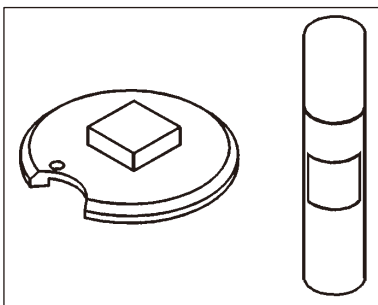

图 19
- 用脲基丙烯酸酯粘合剂 (→ 图 19) 将样品固定到样品托上。